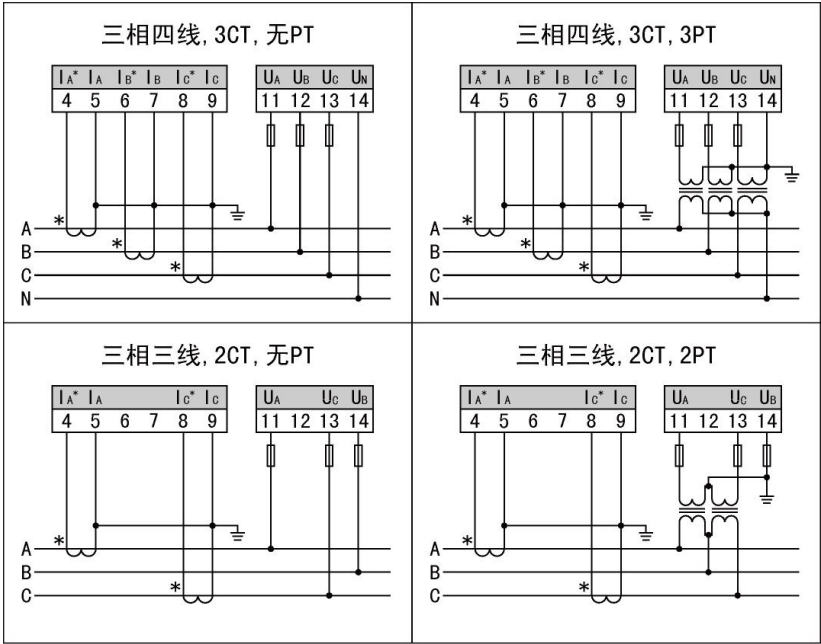

图 3-4 接线图
- 3) 三相三线信号输入接法：在三相三线网络中 B 相电流不需连接， U_b 接 14 号端子，其具体接线请参考图 3.4 接线图。